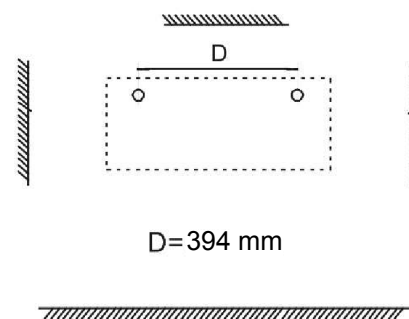

FIGURA 2
2. Hacer dos agujeros adecuados del tamaño del Fisher  $\varnothing$  8 mm en la pared (figura 2) - D= 394 mm